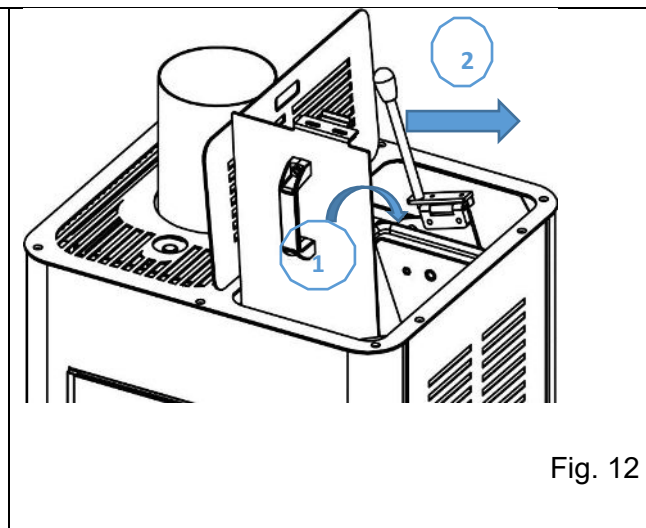
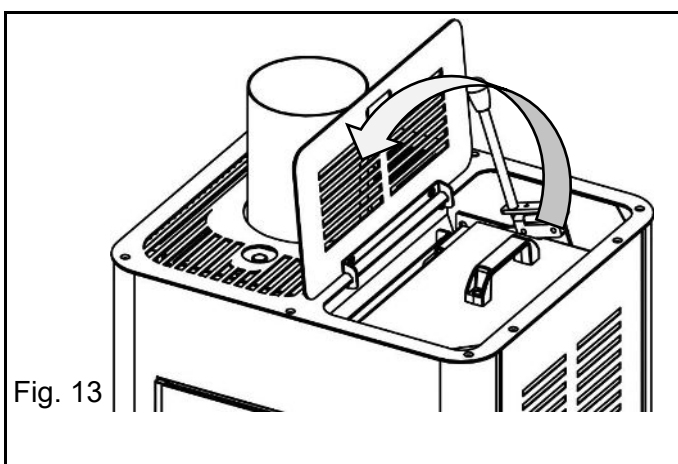
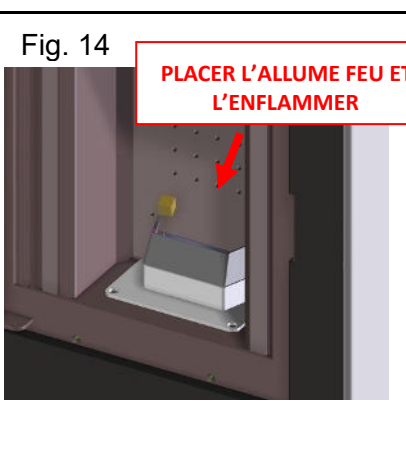

Fig. 12
Fig. 13
Fig. 14
- Seuls des tuyaux isolés (double paroi) en acier inox fixés au bâtiment (fig.13) doivent être utilisés. - À la base du conduit, il doit y avoir une inspection pour effectuer les contrôles et les maintenances périodiques.
Pour procéder à l'allumage de l'appareil, refermer le couvercle du réservoir et replacer le levier en position **GO** (fig.12), cette opération autorise alors la descente du combustible vers le brasier, tout en garantissant une fermeture étanche du réservoir. **Exceptionnellement**, on pourra recharger le réservoir en granulés de la même façon, lors du fonctionnement du poêle.
Déplacer le levier vers l'arrière en position **GO** (voir fig. 12 ci-dessus) et le baisser en position de repos (fig. 13). Les granulés descendent par gravité jusqu'à remplir le brasier ; ouvrir la porte principale, à l'aide de la poignée amovible, placer l'allume-feu (solide de type écologique) sur les granulés dans le brasier et l'enflammer (fig. 14); suivant les conditions de température et en cas de difficultés d'allumage, laisser la porte entrouverte 5 minutes jusqu'à ce que la flamme atteigne une hauteur d'environ 7 cm, c'est-à-dire lorsque la flamme effleure les trous dans la paroi postérieure.